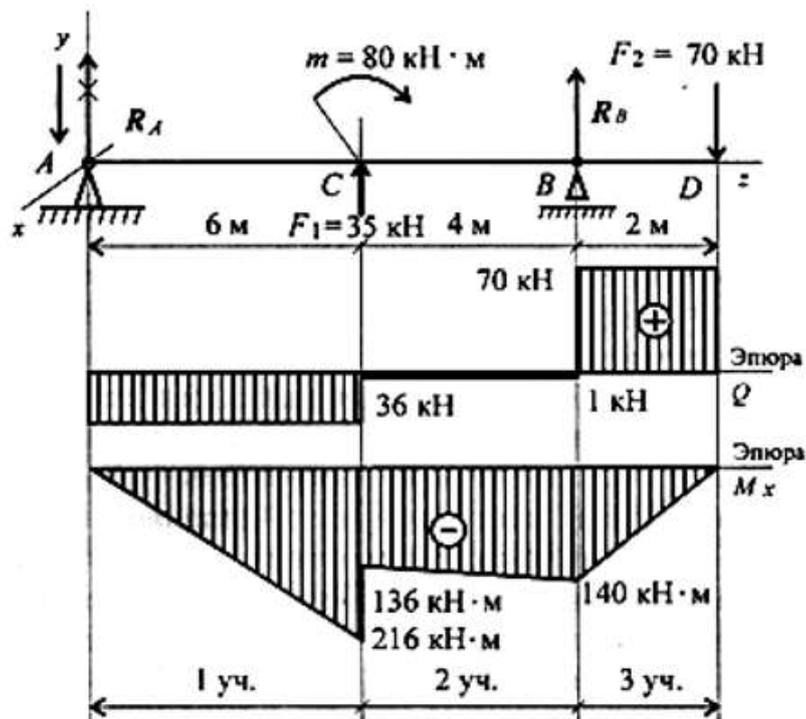

Рисунок 1 – Эпюры поперечных сил и изгибающих моментов 2-х опорной балки
**Пример.** На двух опорную балку действуют сосредоточенные силы и моменты (рисунок 1). Построить эпюры поперечных сил и изгибающих моментов.